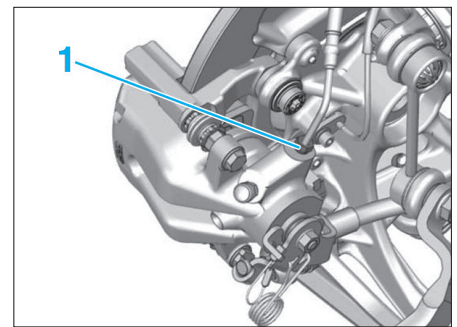

Fig. 26
- Désaccoupler le raccord (1) du flexible de frein (Fig.26).